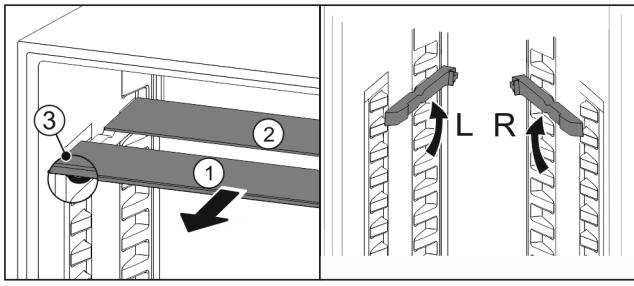

Fig. 112
- По одной извлеките Fig. 112 (1) стеклянные панели движением вперед.
- Стеклянная панель Fig. 112 (1) с декоративной планкой лежит спереди.
- Стопоры Fig. 112 (3) показывают вниз.